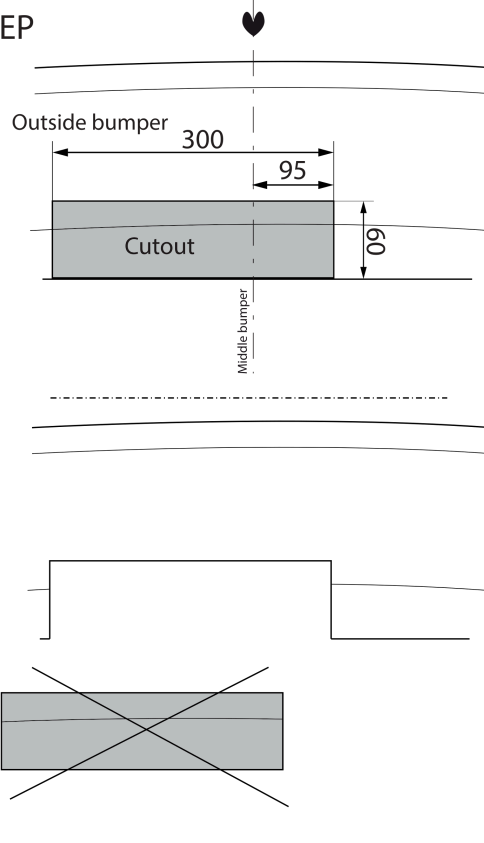

Fig. 13
17. Выпилить часть из бампера в середине снизу, как указано на рис. 13, 14, 15, 16, 17, 18 & 19.